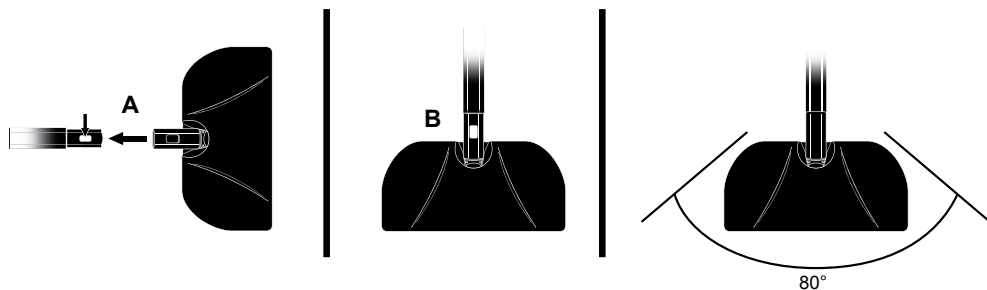

図2
2. 青いロックボタンを押しながら、モップヘッドの首を延長パイプに差し込んでください。(図2-A) カチッと音がするまで押し続けてください。(図2-B)